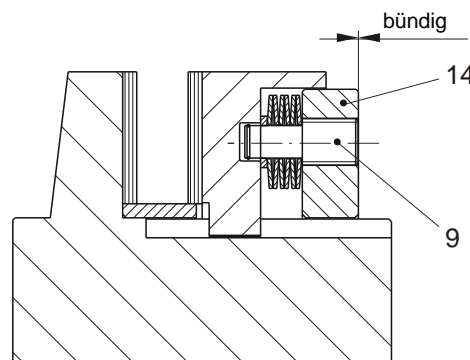

Bild 24
4. Danach werden die Tellerfedertragbolzen (9) gleichmäßig, in Schritten von ca. ¼ Umdrehung eingedreht, bis sie mit der Einstellmutter (14) bündig sind (Bild 24).